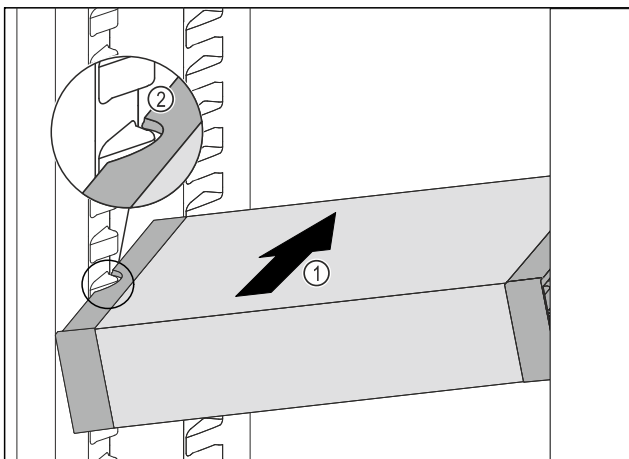

Fig. 129
- Inserire VarioSafe ad angolo nel vano frigorifero Fig. 129 (1), fino a quando le cavità laterali Fig. 129 (2) di VarioSafe non si trovano al livello della nervatura del contenitore nel vano frigorifero.